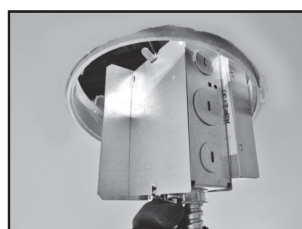

Figure 21
- Installez le circuit de sortie de manière à ce qu'il passe à travers le plafond et par l'ouverture du boîtier (Figure 21).